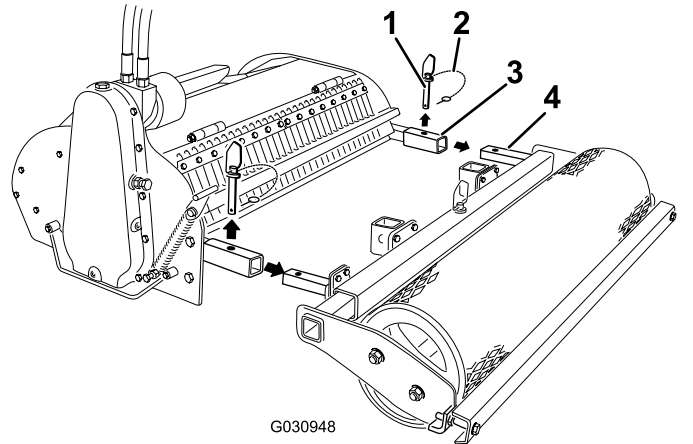

Figura 5
3. Retire los pasadores de los brazos del cultivador (Figura 5).
4. Tire del rodillo para separarlo del cultivador (Figura 5).